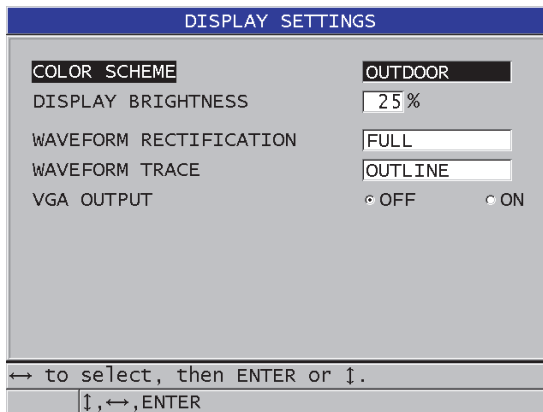

Figura 4-3 Pantalla PARÁMETROS DE PANTALLA
2. En la pantalla **PARÁMETROS DE PANTALLA (DISPLAY SETTINGS)** [ver Figura 4-3 en la página 72] seleccione los parámetros deseados y el valor de dichos parámetros: